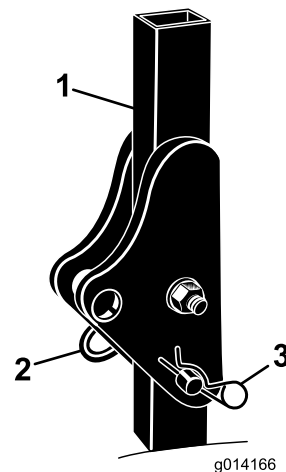

Figura 5
1. Remova os contrapinos e os pinos da barra de segurança (Figura 5).
2. Levante a barra de segurança na vertical, instale os dois pinos e fixe-os com os contrapinos (Figura 5).